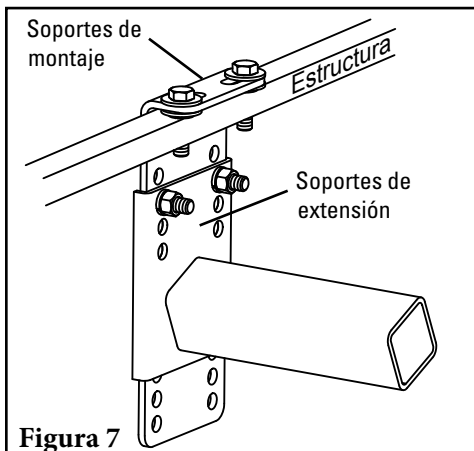

Figura 7
7. **Adjunte el soporte de extensión** al soporte de montaje ya instalado en la parte lateral del transportador (Figura 7). Apriete los pernos con los dedos para un ajuste futuro. Los orificios superiores para el tornillo deben estar nivelados con la altura normal de la banda.